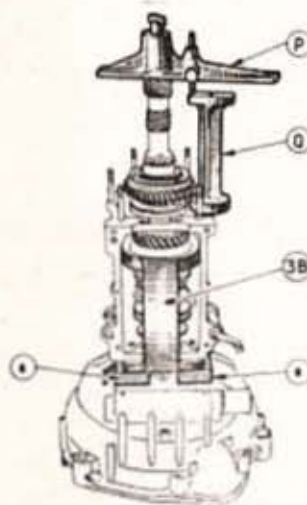

Fig. 79. — Mise en place du calibre P
- Mettre en place le calibre P et l'immobiliser à l'aide de la vis (fig. 79).